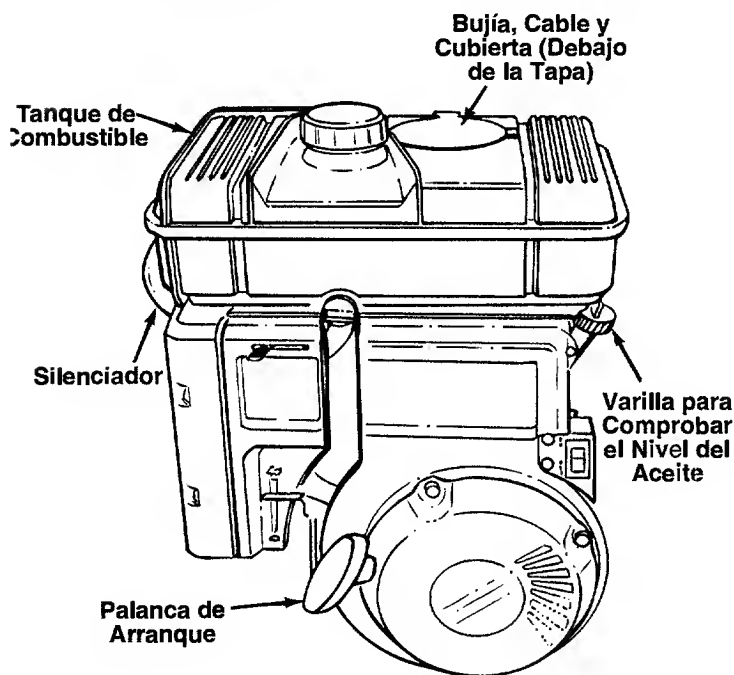

FIGURA 9.
- Abra la tapa (encima del tanque de combustible) y conecte el cable de bujía y la cubierta de hule a la bujía como sea necesario. Véase la figura 9.
- Tome el mango del arrancador (Véase figura 9) y jale la cuerda despacio hasta que el motor alcance el comienzo del ciclo de compresión (la cuerda tirará un poco más fuerte en este punto). Permita que la cuerda se enrolle despacio.